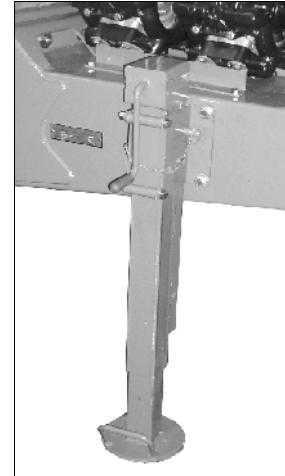

Рис. 40
- Опорная стойка опускается (Рис. 40), когда машина отсоединенна.